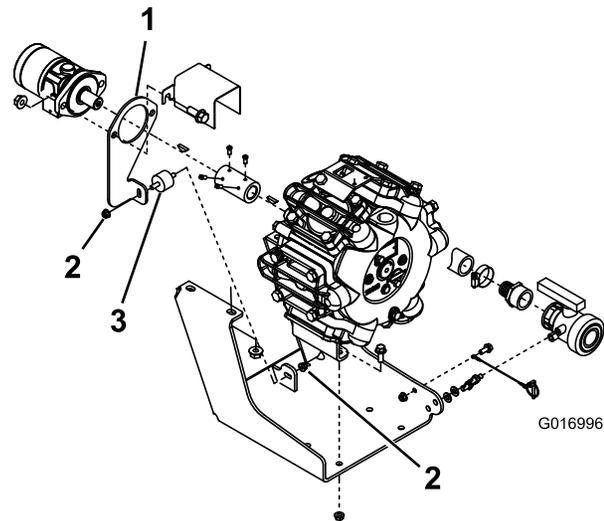

Bild 1
3. Entfernen Sie die zwei Bundmutter, mit denen die Gummivibrationsaufnahme an der Motorbefestigungsplatte befestigt ist; entfernen Sie dann die Gummivibrationsaufnahme (Bild 1).